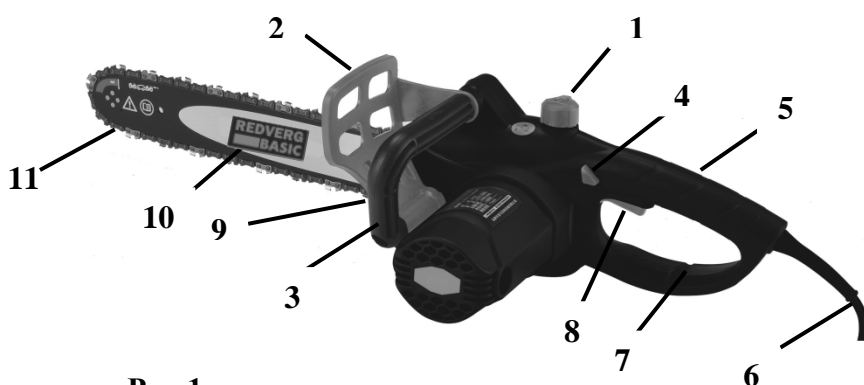

Рис.1.
- **Защитный щиток (2)** Рис.1 защищает руку оператора при проведении распиловочных работ.
- **Кнопка блокировки пуска (4)** (Рис.1) предотвращает случайное включение двигателя. Она расположена на боковой поверхности задней рукоятки.
- **Клавиша пуска (8)** (Рис.1) не может быть нажата, если не нажата кнопка блокировки пуска (4) Рис.1).
- **Задняя ручка (5)** (См. Рис.1). Задняя ручка имеет снизу расширенный защитный экран, который защищает руки от травм в случае разрыва цепи, а также от царапин ветками и сучьями во время работы.
- **Пильная цепь, снижающая риск отскока (11)** (См. Рис.1). Пила снабжена высококачественной цепью, снижающей риск отскока и его интенсивность, благодаря специально разработанным контурным звеньям.
- Открутите крышку наливной горловины бака (1) (См. Рис.1).
- Залейте необходимый объем масла в бак, контролируя его уровень по мерному окну (9) (См. Рис.1).
- Обхватите переднюю дуговую ручку пилы (3) (См. Рис.1) левой рукой. Правой рукой возьмитесь за заднюю ручку (5) (См. Рис.1).
- Зажмите кнопку блокировки пуска (4) (См. Рис.1).